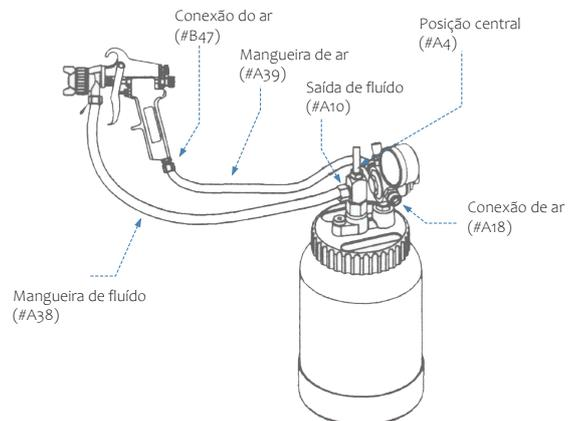

Figura 1. Conectando as mangueiras.
Passo 1: Conecte a mangueira de fluido preta (#38) à saída de fluido (#A10) na coluna central da tampa (#A4) e prenda usando a chave de mangueira conforme mostrado na figura 1.